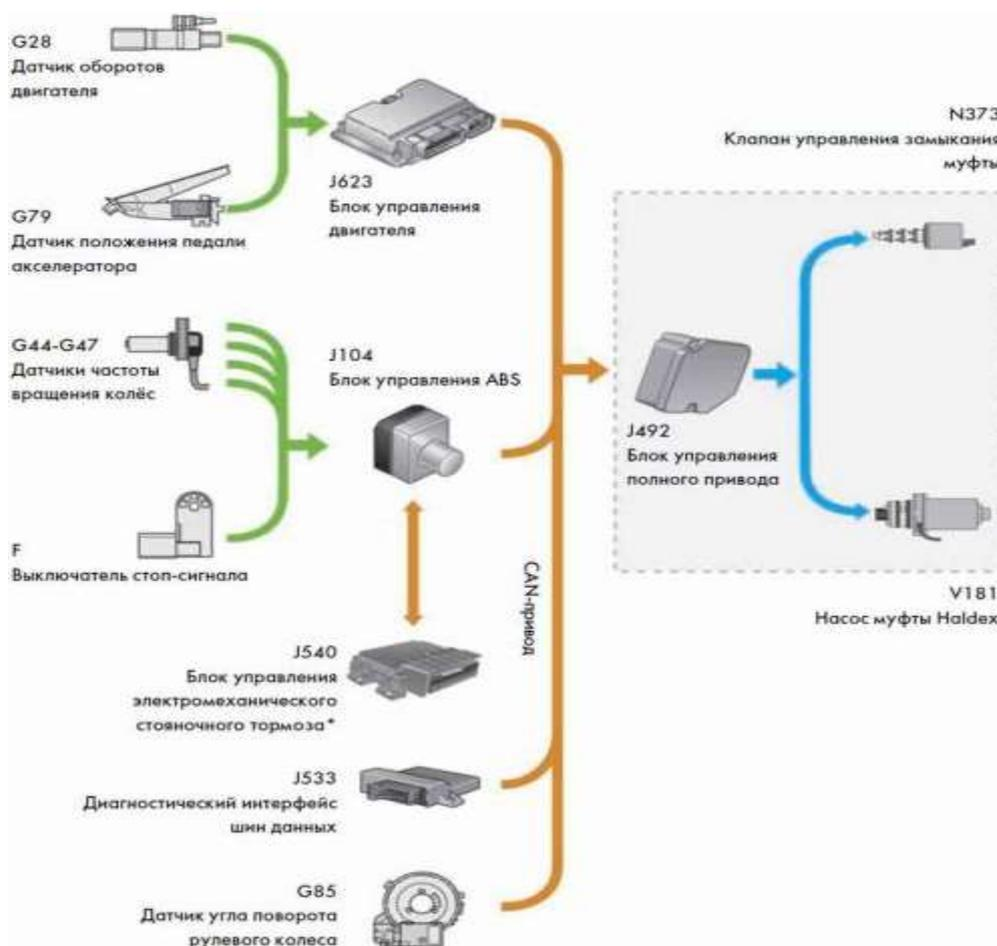

Рис. 7. Схема CAN-структуры комбинированной системы
**Поршень со специальной винтовой парой** преобразует вращение ведомой шестеренки в поступательный ход штока за счет винтовой пары (рис. 7.б, б). Шток оказывает давление на поршень, который перемещает колодки к колесному диску. Перемещение штока (поршня привода) через ходовой винт рассчитывается по числу оборотов ЭД (инкрементный датчик Холла). Создаваемое усилие давления определяется ЭБУ электромеханического автомобильного тормоза, ориентирующимся на показания значения потребляемого системой электрического тока. Двигатель привода отключится, когда значение тока достигнет запрограммированного.